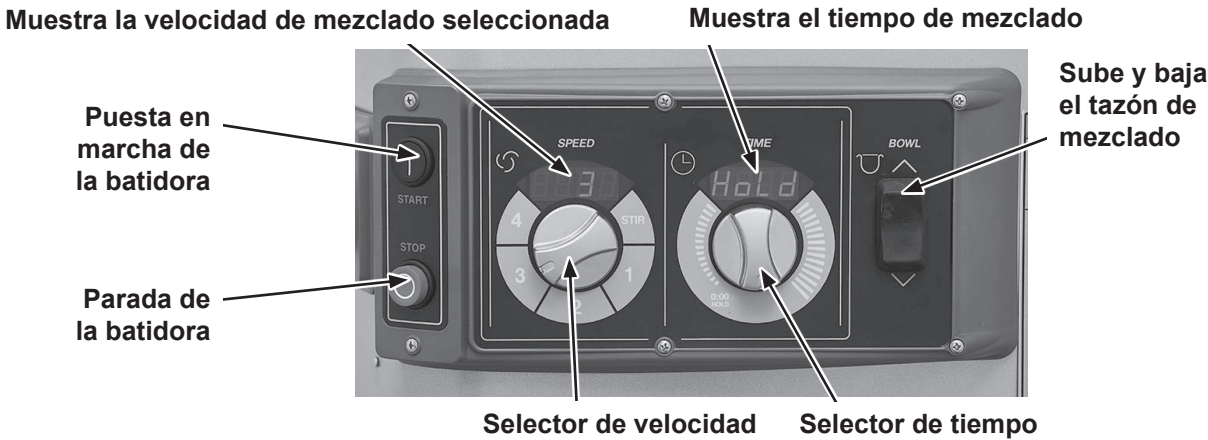
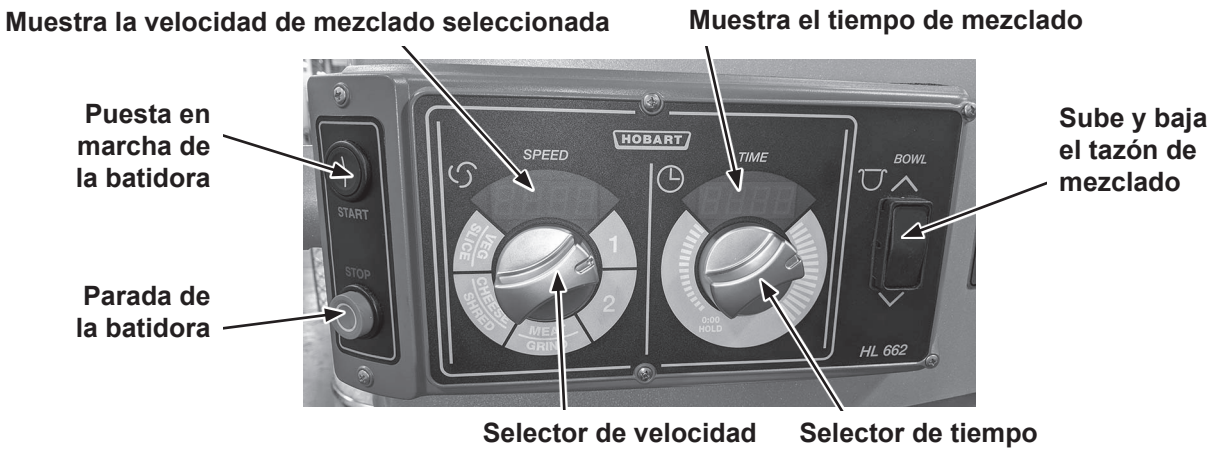
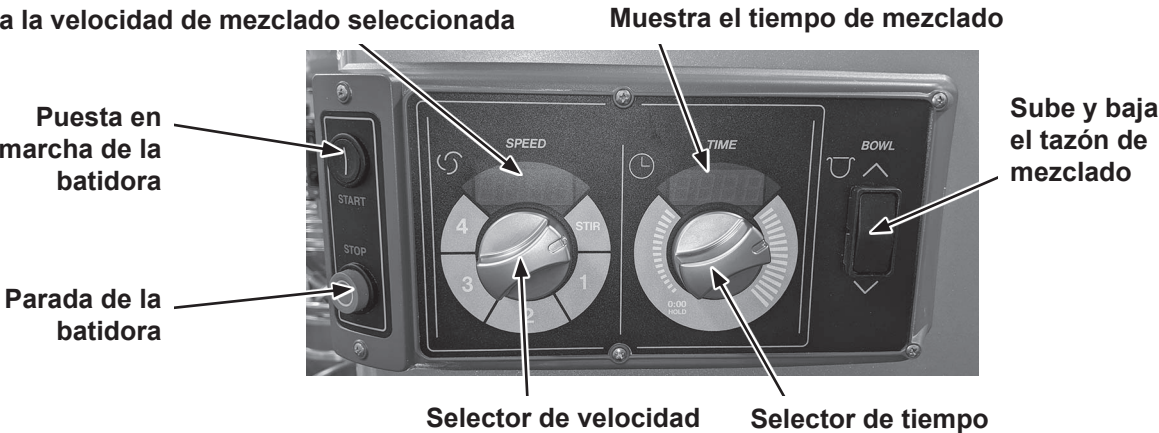

Fig. 6
Fig. 7
Fig. 8
1. Baje completamente el soporte del tazón manteniendo presionada la flecha hacia abajo en el interruptor del tazón (Fig. 6, Fig. 7 y Fig. 8).
1. Baje el tazón manteniendo presionada la flecha hacia abajo en el interruptor del tazón (Fig. 6, Fig. 7 y Fig. 8).
2. Baje el tazón manteniendo presionada la flecha hacia abajo en el interruptor del tazón (Fig. 6, Fig. 7 y Fig. 8).